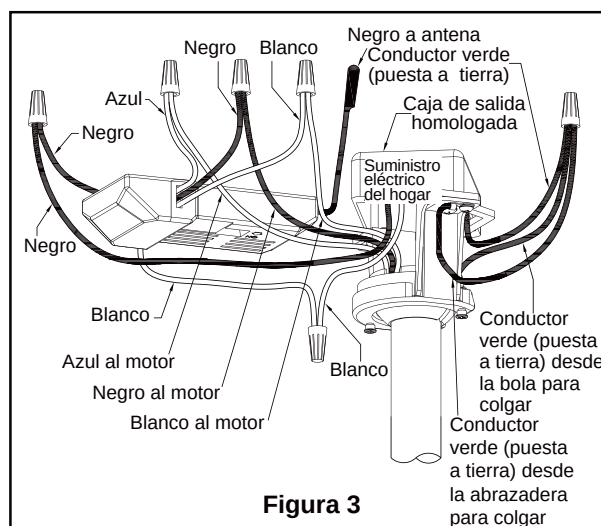

Figura 3
2. Conecte los conductores verdes de la abrazadera para colgar y la varilla al conductor desnudo (a tierra) con el conector de cables. Conecte el conductor negro de la unidad receptora marcado "AC IN L" al conductor negro de alimentación con el conector de cables. Conecte el conductor blanco de la unidad receptora marcado "AC IN N" al conductor blanco de alimentación con el conector de cables. Conecte el conductor blanco de la unidad receptora marcado "TO MOTOR N" al conductor blanco del ventilador con el conector de cables incluido con la unidad receptora. Conecte el conductor negro de la unidad receptora marcado "TO MOTOR L" al conductor negro del ventilador con el conector de cables que se adjunta con la unidad receptora. Finalmente, conecte el conductor azul de la unidad receptora al conductor azul de la iluminación del ventilador con el conector de cables que se adjunta con la unidad receptora. (Figura 3)